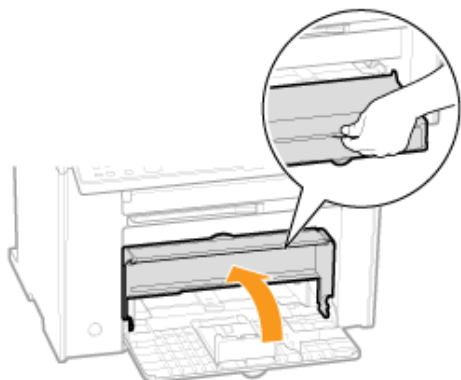

Рис. 1
- 2.1. Поднимите пылезащитную крышку (рис. 1).